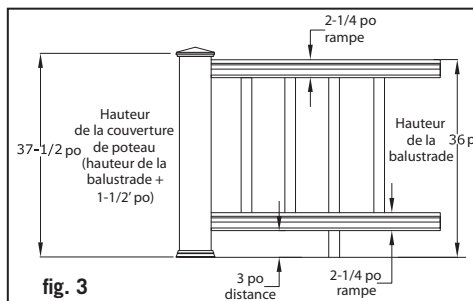

fig. 3
Étape 5 : Taillez les couvertures de poteaux 4x4 de la bonne longueur. Les couvertures de poteaux devraient mesurer 1-1/2 po de plus que la hauteur de la balustrade (fig.3). Exemple : pour une balustrade de 36 po de hauteur, taillez une couverture de poteau mesurant au moins 37 1/2 po. Vous pouvez même les tailler plus longues si vous le désirez. Glissez une couverture de poteau par-dessus chaque poteau 4x4. Glissez un couvre-joint à la base de chaque couverture de poteau.
Étape 8 : Assemblez la main courante de dessous et le bloc de soutien. Un bloc de soutien est nécessaire à tous les 2 pi de centre à centre. Consultez les codes de la construction afin d'en savoir plus sur l'espacement maximal entre la surface de la terrasse et le bas des rampes (distance). Une distance de 3 po est conseillée, mais l'écart peut être plus grand ou plus petit selon les codes (fig.3). Taillez les blocs de soutien à hauteur désirée avec une mèche de 1/8 po. Avec deux vis rondes de 1 1/2 po, fixez les blocs de soutien sous la main courante à distance égale des extrémités.
Étape 10 : Calculez la longueur des balustres (fig.3). La Fig. 3 montre comment une balustrade de 36 po devrait être dimensionnée. En commençant avec une distance de 3 po au bas + 2-1/4 po à partir du pied de la balustrade + des balustres d'une hauteur de 28-1/2 po + 2-1/1 po pour la rampe de dessous= une balustrade d'une hauteur de 36 po. Si ce sont les dimensions que vous utiliserez, coupez des balustres d'une longueur de 28-1/2 po en utilisant une ébouteuse ou un banc de scie. Coupez des balustres de 34-1/2 po pour une balustrade de 42 po de hauteur. Si vous voulez que votre balustrade soit d'une hauteur différente, référez-vous à la fig.3 comme outil de planification afin de déterminer la hauteur dont vous coupez les couvertures de poteaux et les balustres. **Note : Utilisez un porte-pièce afin de vous assurer d'une longueur constante (+/- 1/16 po).**
Étape 8 : Calculez la longueur des balustres (fig.3). La Fig. 3 montre comment une balustrade de 36 po devrait être dimensionnée. En commençant avec une distance de 3 po au bas + 2-1/4 po à partir du pied de la balustrade + des balustres d'une hauteur de 28-1/2 po + 2-1/4 po pour la rampe de dessus= une balustrade d'une hauteur de 36 po.
Si ce sont les dimensions que vous utiliserez, coupez des balustres d'une longueur de 28-1/2 po en utilisant une ébouteuse ou un banc de scie. Coupez des balustres de 34-1/2 po pour une balustrade de 42 po de hauteur. Si vous voulez que votre balustrade soit d'une hauteur différente, référez-vous à la fig.3 comme outil de planification afin de déterminer la hauteur dont vous couperez les couvertures de poteaux et les balustres. **Note :** *Utilisez un porte-pièce afin de vous assurer d'une longueur constante (+/- 1/16 po).* Taillez les balustres de la bonne longueur. Prépercez les balustres à chaque extrémité avec une mèche de 1/8 po. Placez les balustres entre la main courante et la section de rampe de dessous en U puis fixez-les à l'aide des vis rondes incluses dans l'ensemble de balustres. Les balustres devraient être bien en place dans les rainures de la main courante afin qu'ils ne tournent pas une fois assemblés.